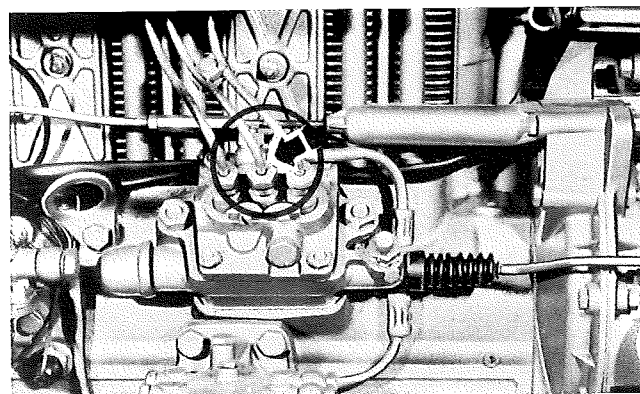

Fig. 49 - Vis de purge de l'air sur la pompe à injection immergée.
- Desserrer la vis de purge de l'air sur la pompe à injection (fig. 49).